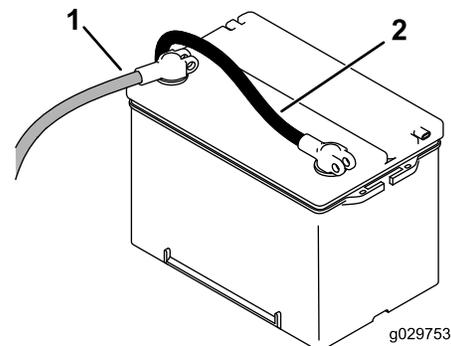

Bild 53
- Drehen Sie den Trennschalter der Batterie nach links in die AUS-Stellung, um die Stromzufuhr zur Maschine zu unterbrechen (**Bild 53**).
5. Klemmen Sie das Pluskabel (Rot) am Pluspol (+) der Batterie und das Minuskabel (Schwarz) am Minuspol (-) der Batterie an (Bild 53).